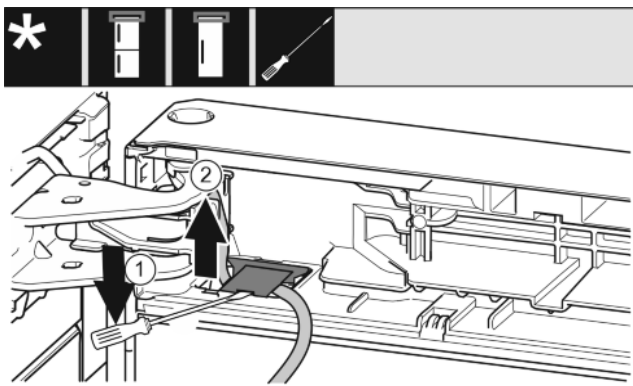

Fig. 8
- ▶ Mit dem Schlitzschraubendreher die Abdeckung anheben und herausziehen. *Fig. 8 (1)*
- ▶ Den Kabel herausziehen. *Fig. 8 (2)*